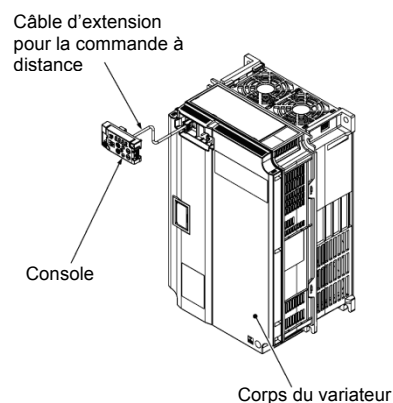

Figure 13.1-3 Commande manuelle de la console à distance
- Commande manuelle à distance (cf. Figure 13.1-3)